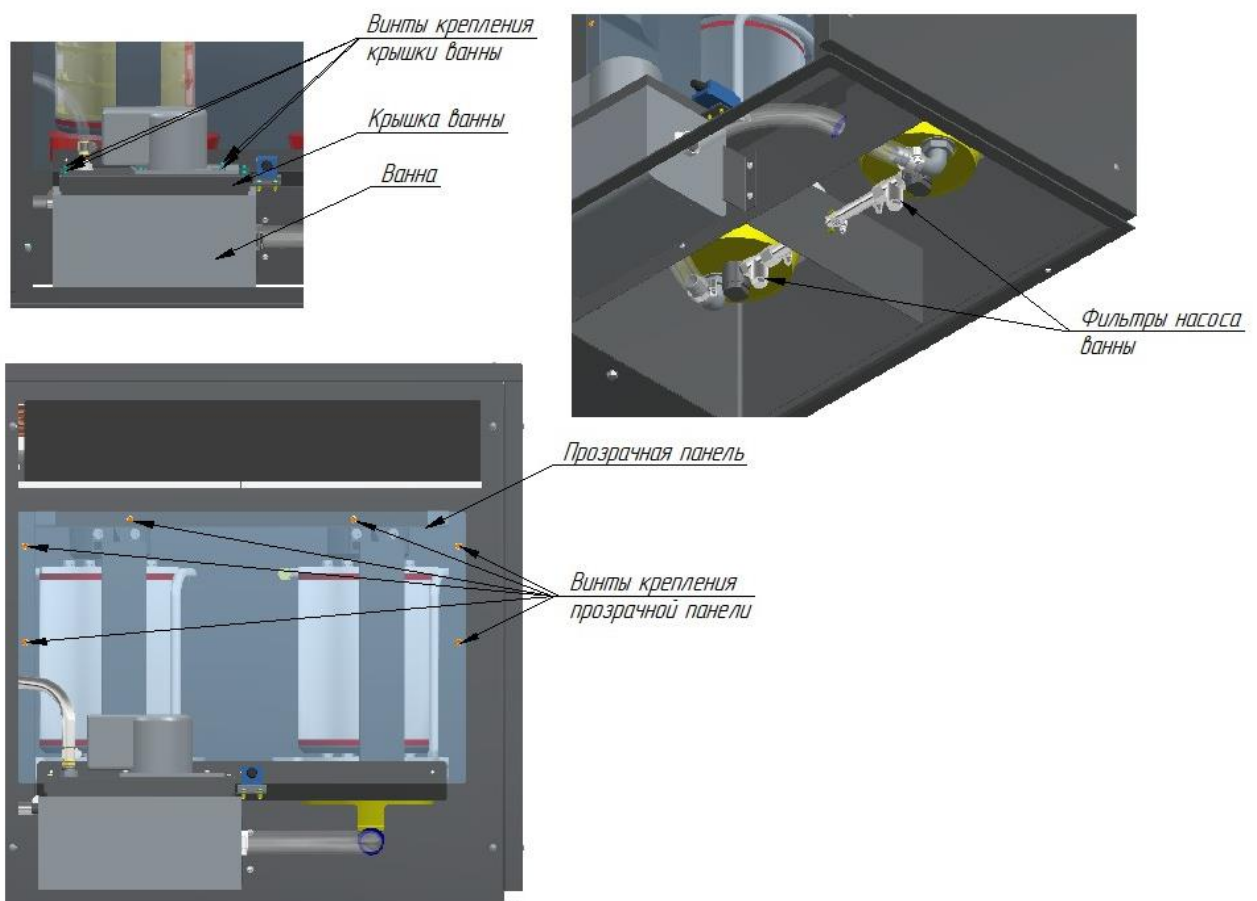

Рис. 9 Расположение крышки ванны, фильтра насоса и прозрачной панели.
- снять крышку ванны, удалив четыре винта (рис. 9);
- снять фильтр насоса ванны, открутив предварительно гайку корпуса фильтра (рис. 9);
- снять прозрачную панель, удалив шесть винтов (рис. 9);
Смотровая панель на рис. 9 не показана.
- снять прозрачную панель, удалив четыре винта (рис. 9);